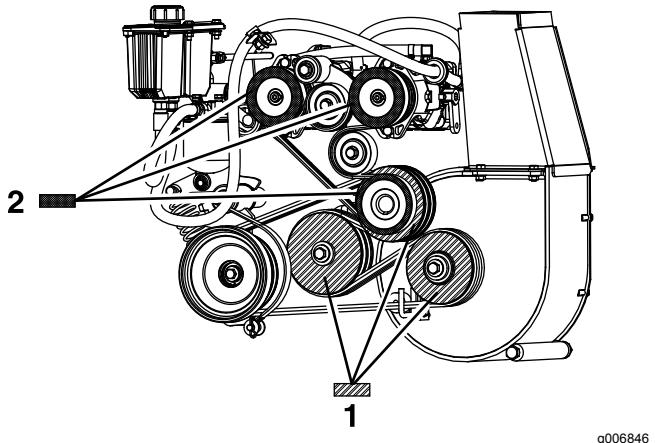

Figura 55
8. Midiendo desde la polea del soplador como punto de partida, mueva el motor y el eje secundario hasta que las superficies traseras de las tres poleas queden alineadas con una tolerancia de 0,8–1,6 mm (1/32" a 1/16") (Figura 55).
4. Usando una regla, alinee cada polea de la bomba con la polea del motor deslizándola por el eje de la bomba (Figura 55).